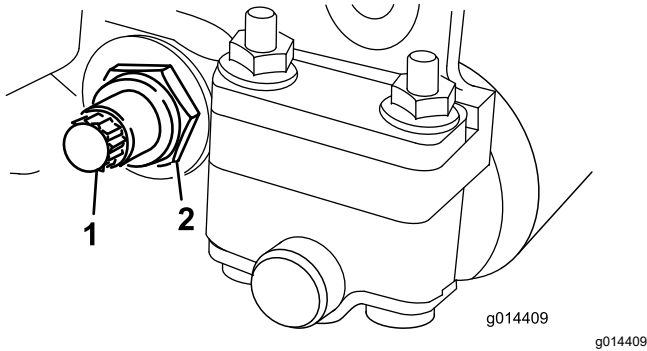

Figura 18
3. Su ciascun lato della macchina, allentate il dado di bloccaggio che fissa il bullone della barra di appoggio (Figura 18).
4. Togliete ciascun bullone della barra di appoggio consentendo alla barra di appoggio di essere tirata verso il basso e rimossa dall'apparato di taglio (Figura 18).